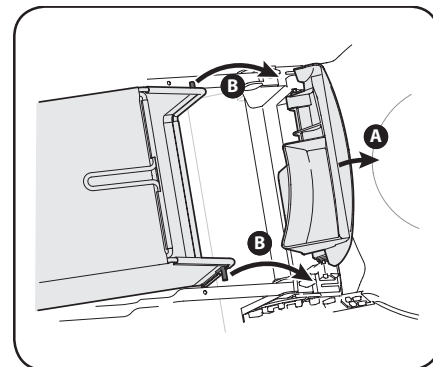

Figura 2-7
1. Siga los pasos a continuación para ensamblar el colector de césped en la cortadora. Vea la Figura 2-7.